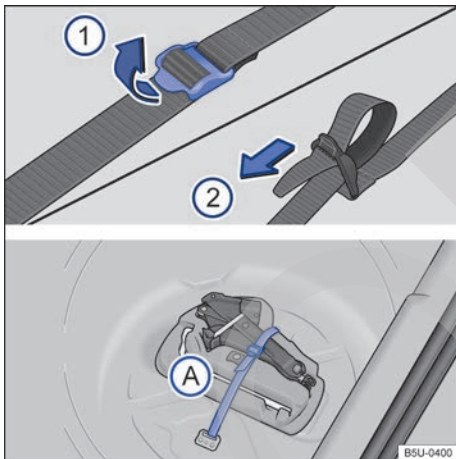

Fig. 132 En el maletero: cinta de fijación de la caja de herramientas y caja de herramientas de a bordo.
Para soltar la cinta de fijación → **fig. 132** (A), tirar de la hebilla en el sentido de la flecha (1).